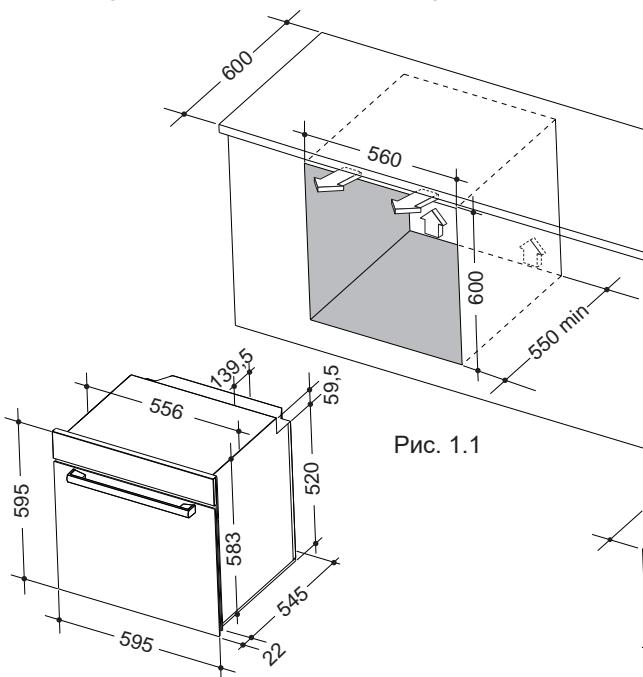

Рис. 1.1
- Для установки необходимо предусмотреть отделение, изображенное на рис.1.1 и 1.2.
Важно, чтобы при установки Вашей духовки учитывалась циркуляция воздуха, как это указано на рис.1.1,1.2, 1.3 и 1.4.